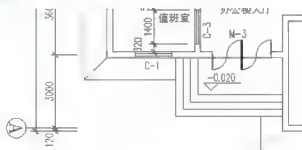

图 3.105 插入后的“轴线编号”图块
(3) 在输入轴线编号 <1>: 提示下, 输入“A”后按 Enter 键, 结果如图 3.105 所示, 可以发现文字“A”的方向不对, 需要修改。